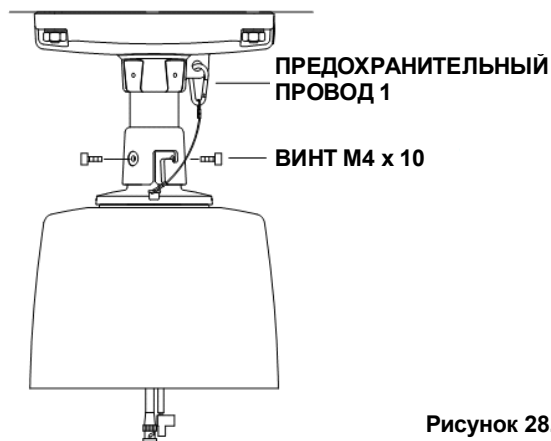

Рисунок 28.
- Е-6. Подсоедините предохранительный провод 1 кронштейна термокожуха к кронштейну потолочного крепления и затяните соединяющие кронштейны винты М4 X 10 (Рисунок 28).